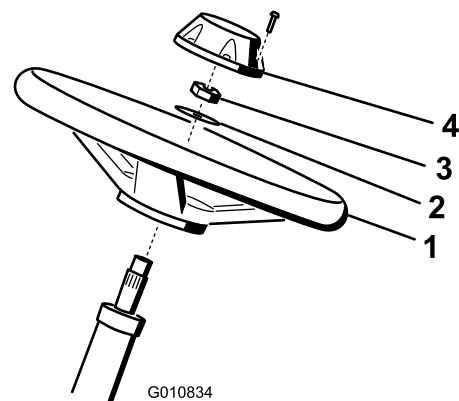

Figura 3
1. Deslice el volante sobre la columna de dirección (Figura 3).
2. Deslice la arandela sobre la columna de dirección (Figura 3).
3. Sujete el volante a la columna con una contratuerca y apriétela a 27–35 N·m (Figura 3).
4. Sujete el embellecedor al volante con el tornillo (Figura 3).